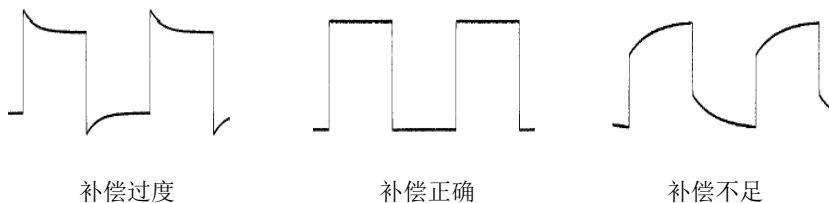

图 1-12 探头补偿
2. 检查所显示的波形形状并与图 1-12 所得波形进行对比。
3. 使用附件中提供的探头补偿调节棒调整探头上的低频补偿调节孔，直到显示的波形如上图 1-12 所示的“补偿正确”。